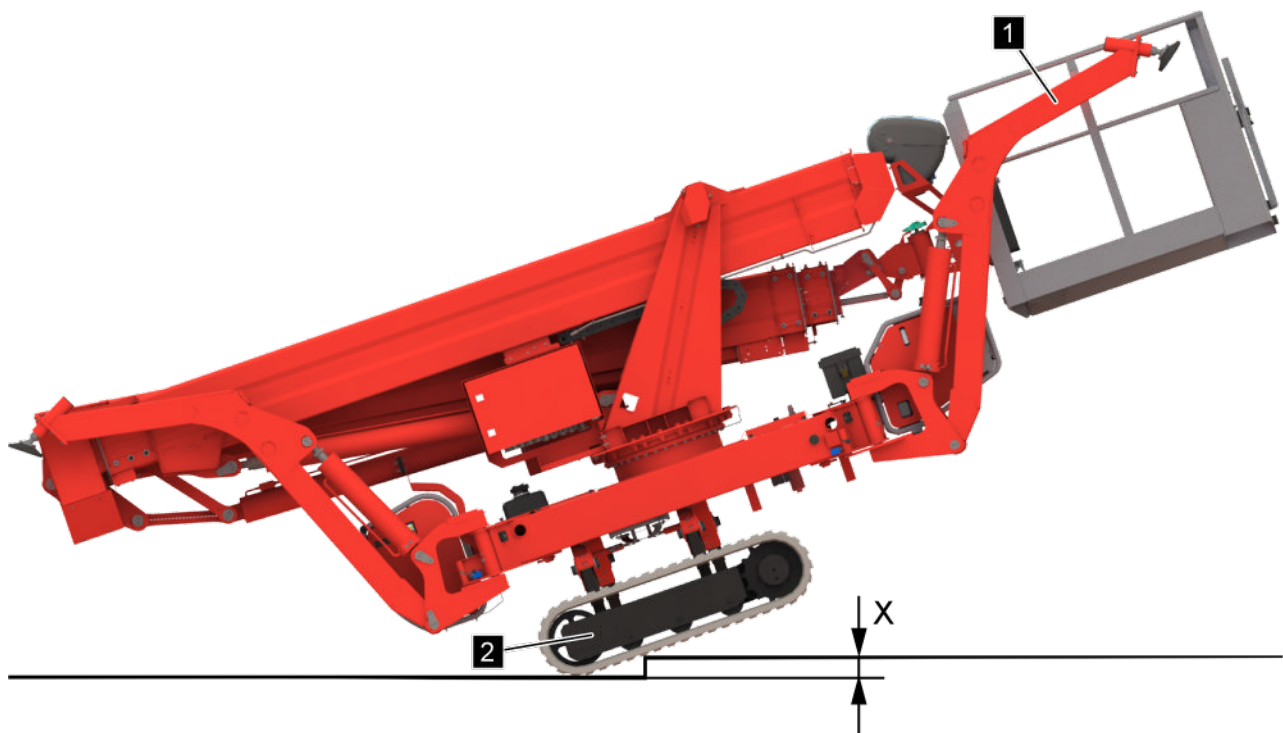

Abb. 117: Kantenfahrt
- Maximale Höhenunterschied der zu befahrenden Kante beachten (max. Kantenhöhe $X = 100$ mm (Abb. 117)).
1. Kettenfahrwerk (Abb. 117/2) einfahren (↪ Kapitel 6.11 „Höhen- und Breitenverstellung Kettenfahrwerk“ auf Seite 125).
3. Stützen 1 und 4 (Abb. 117/1) in die hintere Transportposition schwenken (↪ Kapitel 6.7 „Arbeitsposition der Stützen einstellen“ auf Seite 96).
4. Sicherstellen, dass die zu befahrende Kante Höhen (Abb. 117/X) 100 mm nicht überschreitet.